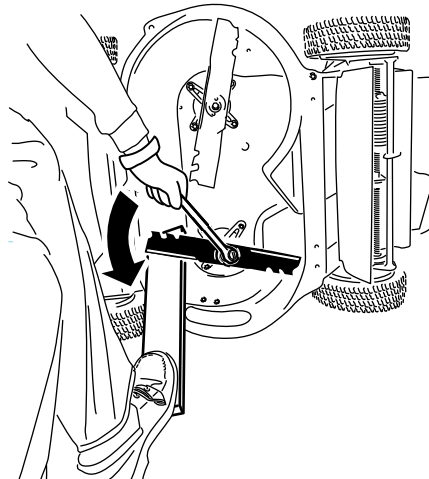

Bild 35
1. Halten Sie jedes Messer mit einem Holzblock fest und drehen Sie die Messerschraube nach links, wie in Bild 35 dargestellt.